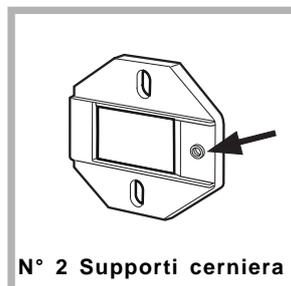

Fig. 1
- Montare i supporti cerniera alla facciata posizionando il foro indicato da una freccia nella *fig. 1* verso l'interno della facciata interponendo un distanziale (*fig. 4/B*), utilizzando le viti tipo C.